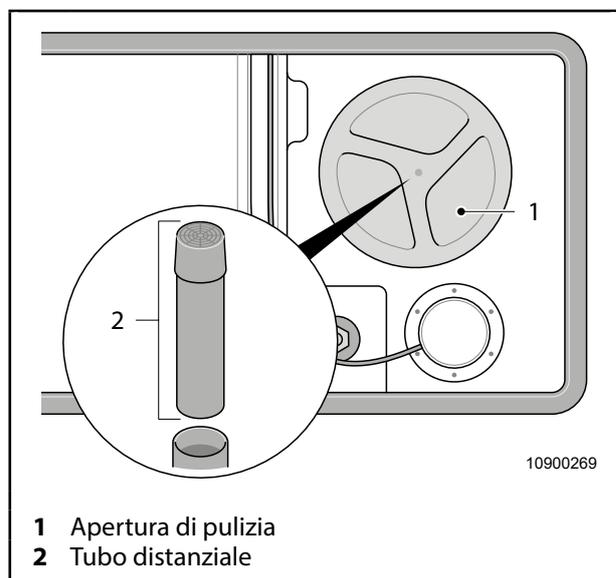

Fig. 35 Riduzione del peso del serbatoio di acque bianche
1. Aprire lo sportello per la pulizia (Fig. 35, pos. 1) o (Fig. 1, pos. 8) sul serbatoio di acque bianche.
2. Tirare fuori, verso l'alto, il tubo distanziale (Fig. 35, pos. 2).
4. Dopo la riduzione della quantità di acqua, inserire nuovamente il tubo distanziale (Fig. 35, pos. 2) dall'alto.